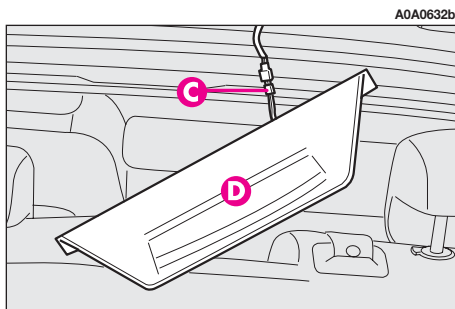

fig. 37
- staccare il connettore (**C**-fig. 37) asportare il gruppo led (**D**) e sostituirlo con un nuovo gruppo;